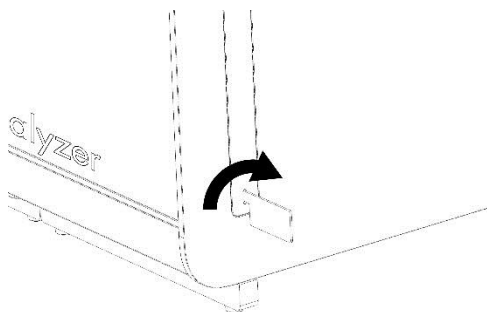

Figura 10. Retirada de las tapas de protección.
- 1e. Retire las tapas de protección de la parte lateral del módulo analítico, que es donde se acoplará el módulo analítico adicional (figura 10).